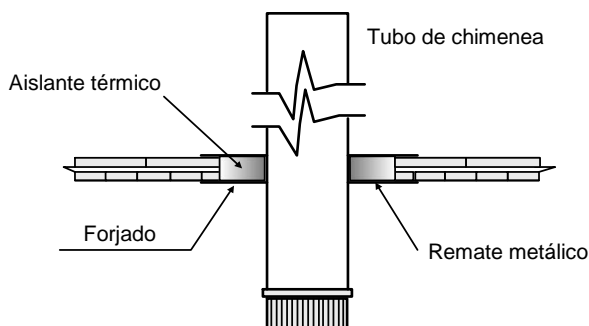

Fig. 2
5. Deben instalarse pasamuros / cortafuegos apropiados cuando algún tramo de la chimenea pase a través de suelos y/o techos. El aislamiento tendrá al menos un espesor de 50 mm. desde la chimenea a la estructura. Es necesario proteger las paredes con protectores de muros cuando la chimenea no se encuentre a la distancia de seguridad indicada y puedan producirse daños. (Ver Fig. 2.).